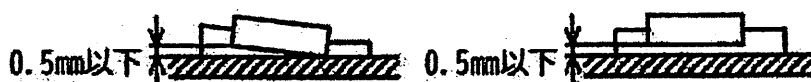

図1 抵抗の浮き上がり限界
(1) 部品の取り付け方向と表示
- ① 部品はすべて部品面に取り付ける。
- ② 部品はプリント基板に対して水平または垂直に取り付けるものとし、曲がりの範囲は1 mm 以下とする。
- ③ 抵抗のリード線は、両端の間隔が4 ピッチ ($2.54\text{ mm} \times 4 = 10.16\text{ mm}$) 以上となる位置で折り曲げること。
- ④ 抵抗の取り付け方向は、カラーコードが左から右方向へ、下から上方向へ読めるように取り付け。
- ⑤ 部品の表示又は定格が識別できるように取り付ける。
(2) 部品の取り付け方法
- ① 抵抗は、プリント基板にほぼ密着させて取り付けすること。なお、浮き上がり限界は図1 に示すとおりとする。